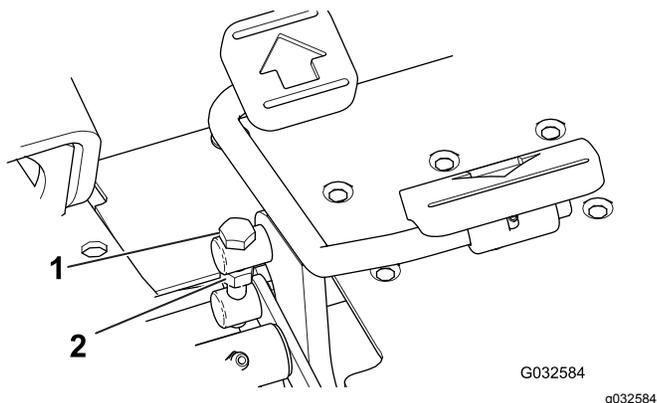

図 49
1. 走行ペダルの側面ついているトラニオンボルトのジャムナットをゆるめる 図 49。